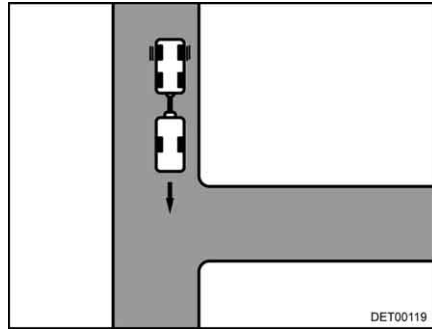

Fig. 17 Svoltare all'incrocio
- Avvicinarsi all'incrocio, fino a che la coda del caravan si trovi all'altezza di questo (Fig. 17).